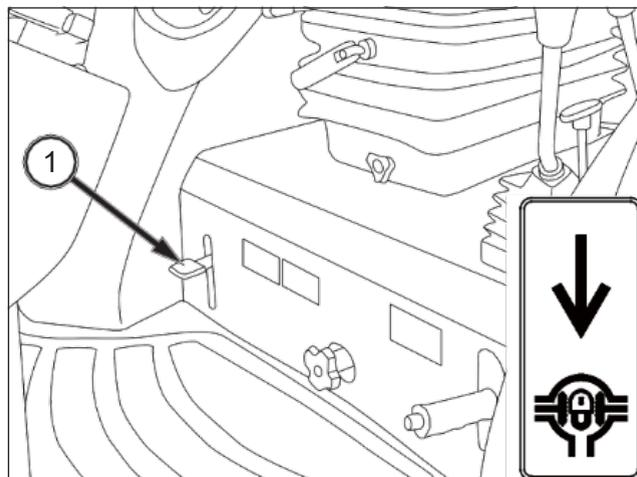

FIG. 55
FIG. 55: Cuando el pedal de bloqueo del diferencial (1) esté presionado, los dos ejes traseros están bloqueados para garantizar una motricidad idéntica en las dos ruedas traseras. Esto es muy importante cuando trabaja en un suelo blando o un terreno deslizante.